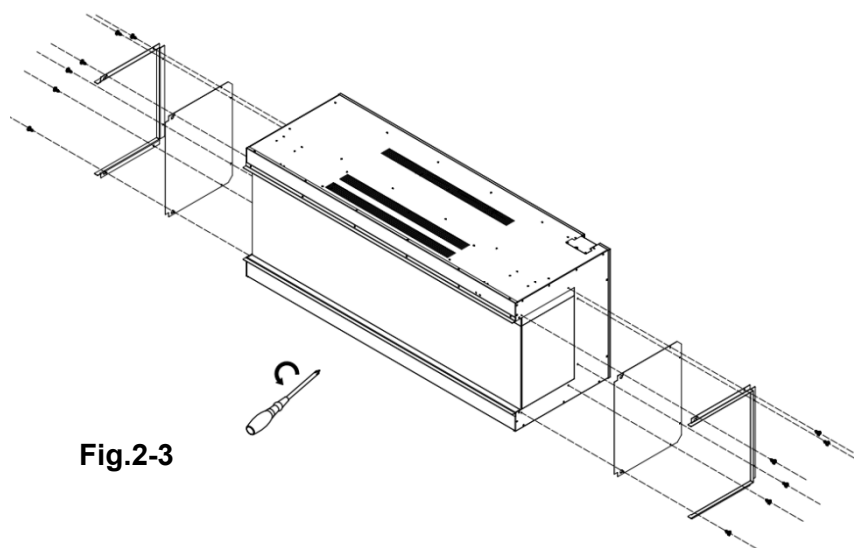

Fig.2-3
2. Retire las barras y los paneles si desea ver el fuego desde tres lados. Fig.2-3